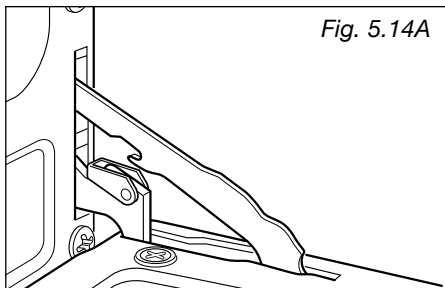

Fig. 5.14A
- Ouvrez complètement la porte du four (fig. 5.14A).